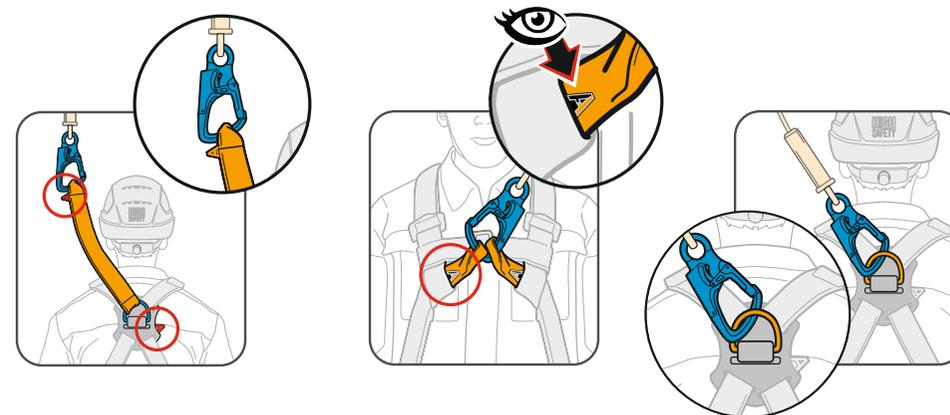

Рис. 10 Соединение СЗВТ KLĚN с точками крепления на привязи.
5. Присоединить СЗВТ карабином класса В к одной из анкерных проушин на головной части треноги. Затем соединить СЗВТ карабином класса Т с точкой крепления на привязи к маркировке «А» (буква «А» должна быть полностью закрашена) (рис. 10) (например, D-образное кольцо на спине).
8. Присоединить СЗВТ карабином класса В к одной из анкерных проушин на головной части треноги. А затем соединить СЗВТ карабином класса Т с точкой крепления на привязи спасателя № 1 с маркировкой «А» (буква «А» должна быть полностью закрашена) (рис. 10) (например, D-образное кольцо на спине).